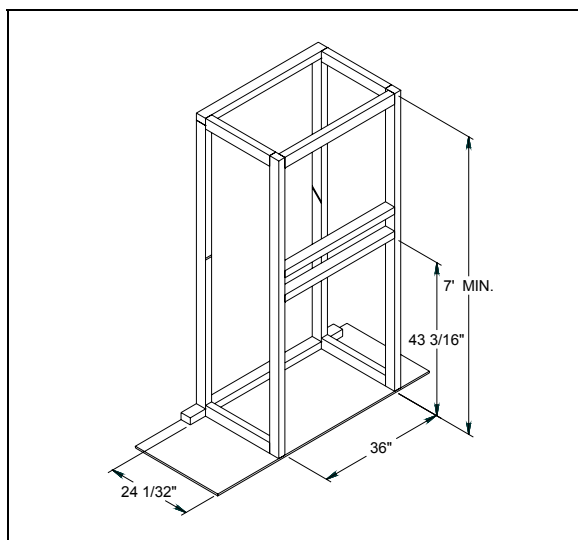

Figure 6
- C. Construisez le châssis du foyer à l'aide de montants verticaux placés sur les côtés du foyer, allant du plancher au plafond (voir figure 6). Reculez un peu les montants par rapport au rebord frontal du foyer d'un espace équivalent à l'épaisseur du matériau de